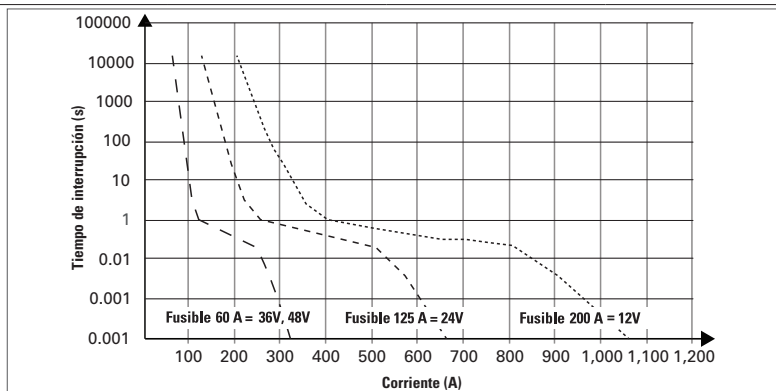

Figura 1. Curva de tiempo-corriente de la protección contra descarga excesiva.
- ^c. Véase la Figura 1 de la Curva de tiempo-corriente de la protección contra descarga excesiva para más detalles de tiempo versus interrupción de corriente.